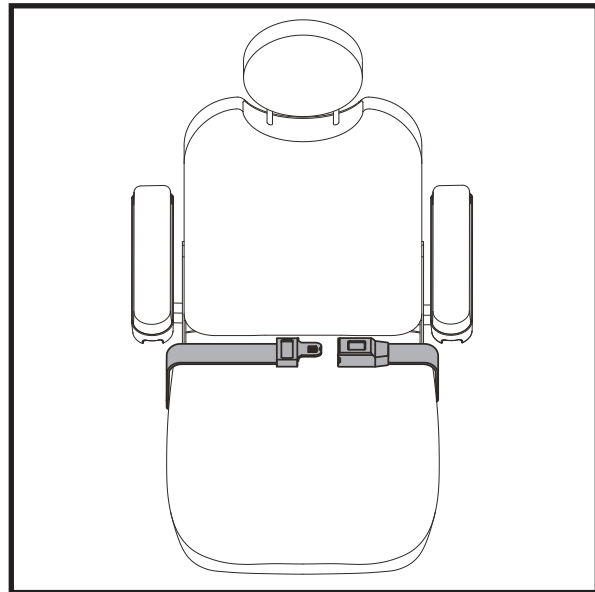

Figure 11. Ceinture de positionnement
Votre Fauteuil roulant électrique peut être équipé d'une ceinture de positionnement réglable pour un meilleur confort. **Voir la figure 11.** La ceinture de positionnement, réglable, a été conçue pour soutenir et empêcher tout glissement vers le bas ou vers l'avant une fois assis. La ceinture de positionnement n'a pas été conçue pour être utilisée comme ceinture de sécurité.
1. Prenez place sur le siège, insérez la patte métallique d'un côté dans le boîtier de la boucle du côté opposé jusqu'à ce que le «clic» se fasse entendre. **Voir la figure 11.**